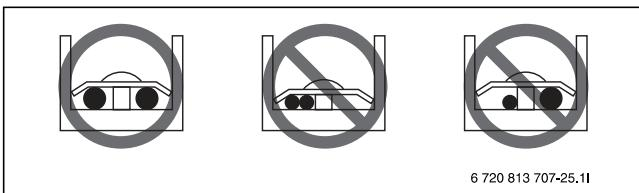

Bild 29
- Vid anslutning av lika grova kablar, se figuren (→ Bild 29).